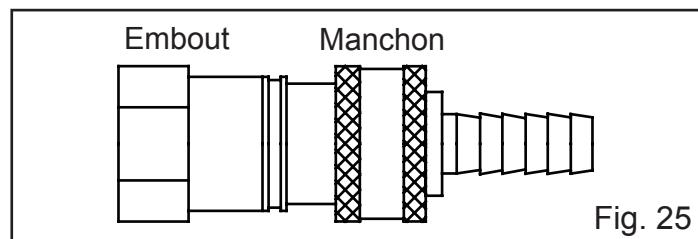

Fig. 25
3. Poussez sur la fiche jusqu'à ce que le manchon clique vers l'avant (Fig. 25).